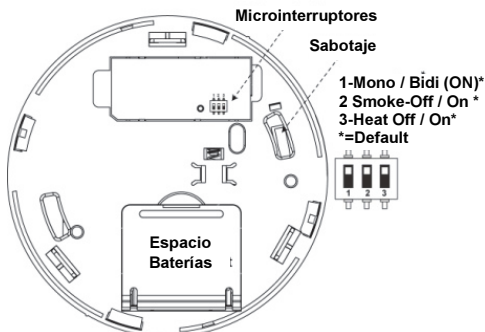

Figura 8: Compartimento de pilas / Tamper
- Para el modo de funcionamiento inalámbrico unidireccional: Coloque el interruptor DIP 1 en la posición "1-Way" y configure humo (2), calor (3) o humo y calor.
- Abra la tapa del compartimento de las pilas (ver Figura 8).